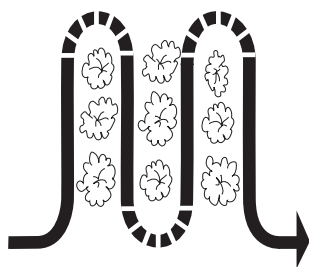

Figura 19
- Al realizar tareas de labranza (rompiendo la superficie de suelo alrededor de las plantas para destruir las malezas, vea la Figura 19), ajuste los dientes para cavar únicamente a una profundidad de 1 a 2 pulgadas. La labranza a poca profundidad ayuda a evitar lesiones a las plantas cuyas raíces a menudo crecen cerca de la superficie. Si es necesario, levante los manillares ligeramente para evitar que los dientes caven demasiado profundo. (La labranza regular no sólo elimina malezas, sino que además afloja y airea el suelo para mejor absorción de la humedad y crecimiento más rápido de las plantas). Si se riega el área del jardín unos cuantos días antes de la labranza se facilitará esta tarea; también se contribuye permitiendo al suelo recién trabajado asentarse por uno o dos días antes de la pasada final, profunda, de la cultivadora.